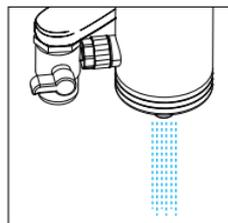

Figura 1.2
- 4 Spostare la leva in posizione orizzontale e far scorrere l'acqua nel sistema leggermente. Sciacquarlo per 3 minuti durante il primo utilizzo. [Figura 1.2]